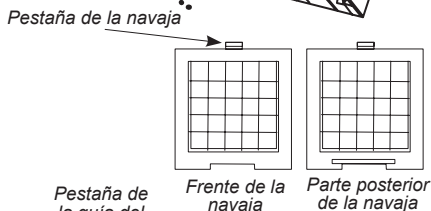

FIGURA 2
2. Deslice la pestaña de la guía de la navaja en el surco por debajo de la base hasta que se enganche firmemente en su lugar (FIGURA 2).